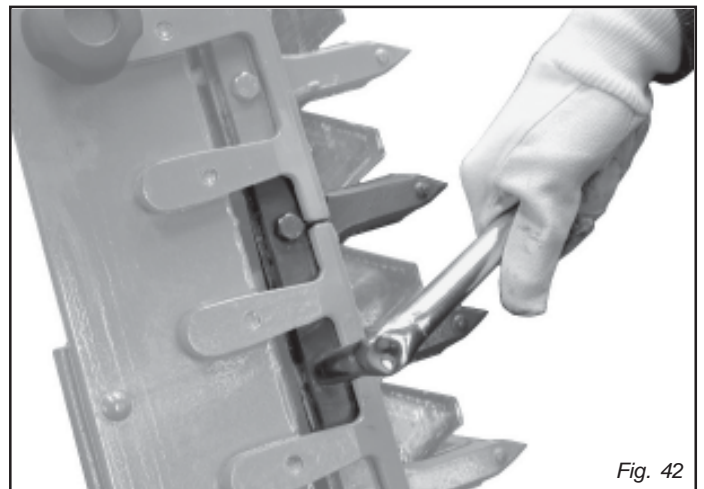

Fig. 42
- Durant les premières heures de travail, contrôler le serrage des vis (Fig. 42).
- Dévisser toutes les vis de fixation des dents (Fig. 42).
- Dévisser les vis correspondant à la dent à remplacer (Fig. 42).